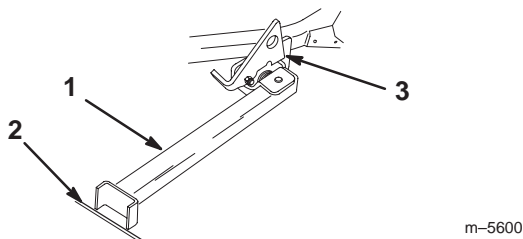

Figure 25
4. Posez le pied du support sur le sol et appuyez le verrou sur la languette de pivot (Fig. 25).
Note: Pour de meilleurs r sultats, placez le pied du support dans des anfractuosit s du trottoir ou du gazon (Fig. 25).
6. Montez la machine sur le support. Arr tez-vous quand le verrou retombe sur la languette en position verrouill e (Fig. 25). Lorsque la machine est sur le support, serrez le frein de stationnement et arr tez le moteur.